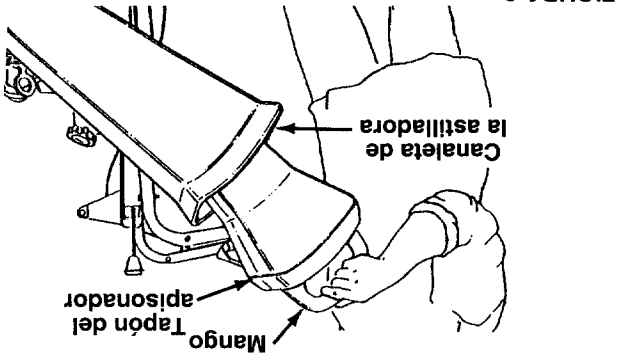

FIGURA 8.
- Si es necesario use el tap6n del apisonador para empujar al material dentro de la canalleta de la astilladora. Vea la figura 8 para la ubicaci6n del tap6n del apisonador.
- Haga coincidir el ángulo del tapón del apisonador con el ángulo de la canaleta de la astilladora. Vea la figura 8.